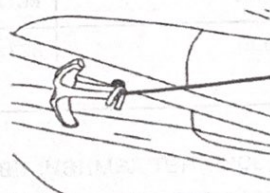

Рис. 12
- Вставьте ручку ручного запуска в направляющую троса с правой стороны во время работы (рис. 12).